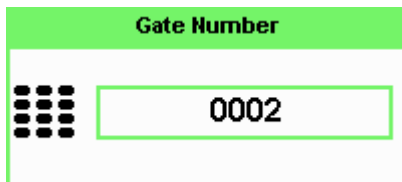

図 2-57 Gating Number ポップアップ
- 8  を押して **Gate Number** ポップアップ（図 2-57 を参照）を表示し、テンキーを使用して **Gate Number** ポップ・アップ・ウィンドウに必要な値を入力します。